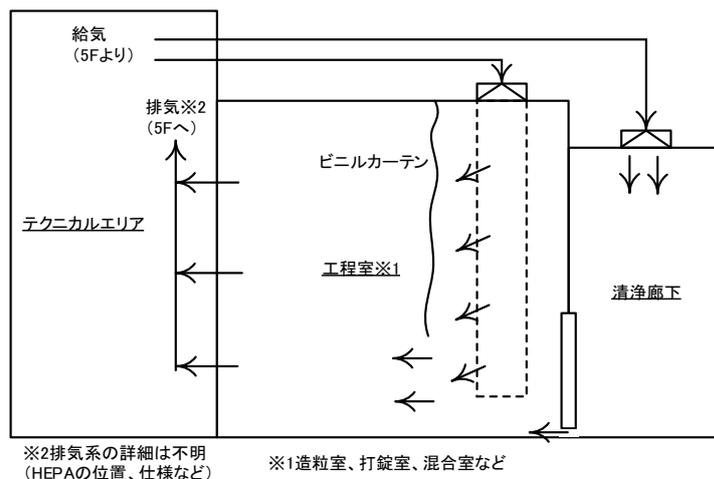

Fig. 4 工程室周り断面イメージ
- ・流動層造粒乾燥機は、壁埋め込み仕様。工程室内の一部に天井から床上2mの高さまでのカーテン、室内給気はその背面から垂直ソックダクトにて供給し、水平流を作りだしている。(Fig. 4 参照)